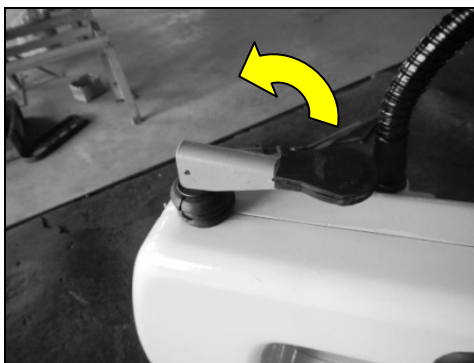

Fig 18
- **Pour relâcher la tension de la lame** (changement de lame, machine inutilisée), relevez complètement le levier (22) (Voir Fig 18).